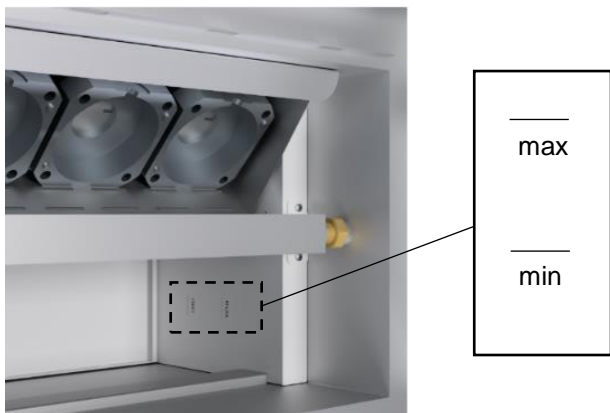

Рис. 4 Границы уровня воды
- Контролируйте уровень воды min и max в емкости. **Рис. 4**
- Для контроля уровня воды необходимо вынуть ближнюю корзину (11).
- Поместите кюветы, требующие выварки воска, в корзины (11).
- Закройте крышку (2), подключите **АВВ** к сети.
- Выключите тумблер (7).